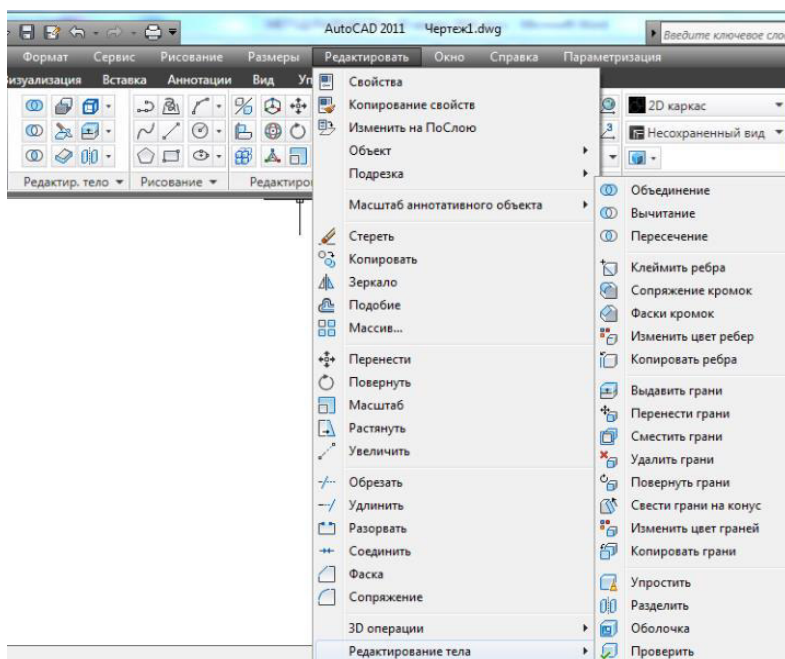

Рисунок 6.1 – Выбор операций редактирования в меню Редактировать – Редактирование тела
- вкладка **Главная** ленты **Редактировать тело** (рисунок 6.1),